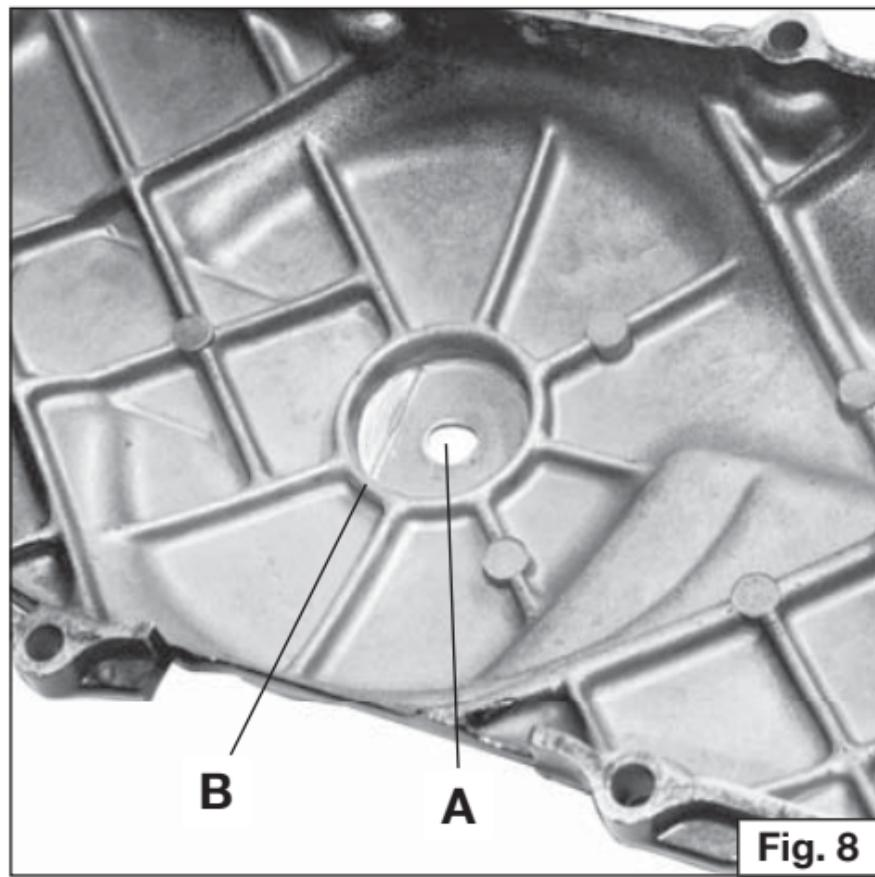

Fig. 8
- Praticare un foro Ø 10 mm sul carter originale (**Fig. 8 – part. A**) centrando rispetto alla sede (**Fig. 8 – part.B**)
- Drill a Ø 10 mm hole in the original crankcase cover (**Fig. 8 – part. A**) centring the hole in the recess as shown (**Fig. 8 – part.B**)
- Forer un trou de 10 mm sur le carter d'origine (**Fig. 8 – part. A**) en le centrant par rapport au support (**Fig. 8 – part. B**)
- Die Variatorabdeckung muss wie auf Bild 1 (**Abb. 8 – Pos. A**) zu sehen, mit einem Ø10mm Bohrer, zentral durchbohrt werden.
- Hacer un orificio de diámetro 10 mm en el cárter original (**Fig. 8 – part. A**) centrando respecto al alojamiento (**Fig. 8 – part.B**).